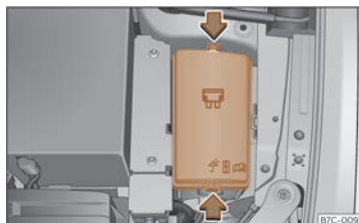

**Fig. 47** Dans le compartiment-moteur : couvercle de boîte à fusibles.
- Appuyez sur les languettes de verrouillage pour déverrouiller le cache de la boîte à fusibles >>> **fig. 47**.